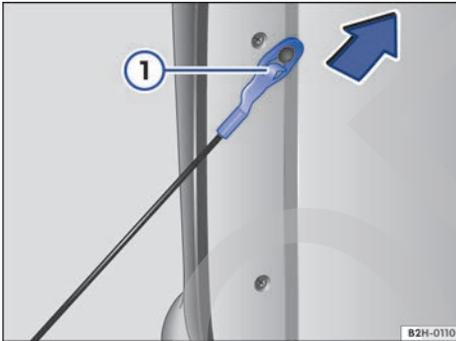

Fig. 25 Desenganchar el cable de sujeción del portón de carga.
- Presione hacia abajo la pestaña de seguridad → fig. 25 ①.
- Tire del cable en el sentido contrario al de la flecha → fig. 25 hasta el tope. El cable está correctamente enganchado cuando la pestaña de seguridad vuelve a su posición original.